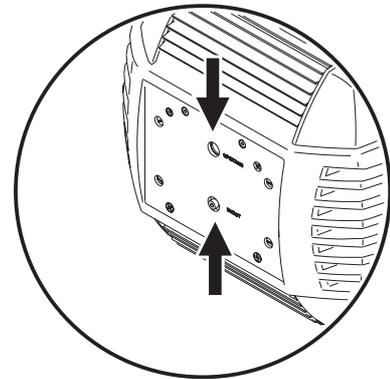

**Bild 3: Einbauen der Lampe**
- 4 Unter Bezug auf Bild 3: Schieben Sie einen Anschluss des Leuchtmittels in den linken Sockel, wobei der Abzugsnippel des Kolbens nach hinten zeigen muss. Lösen Sie die Haltefeder am rechten Sockel und drücken Sie das andere Ende des Leuchtmittels in den Sockel.